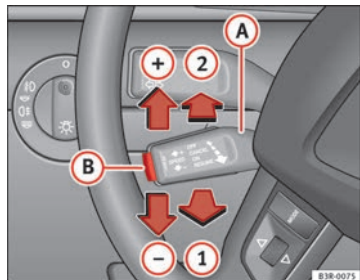

Fig. 151 Mandos del regulador de velocidad
- Tire de la palanca **A** hacia la posición ⇒ fig. 151 **1** para activar el sistema.
- Desplace la palanca **A** hacia arriba, en dirección a ⇒ fig. 151 **+**.
- Desplace la palanca **A** hacia abajo, en dirección a ⇒ fig. 151 **-**.
- Cada vez que pulse brevemente la palanca **A** hacia arriba, en dirección a ⇒ fig. 151 **+**, la velocidad programada aumentará en unos 2 km/h.
- Cada vez que pulse brevemente la palanca **A** hacia abajo, en dirección ⇒ fig. 151 **-**, la velocidad programada disminuirá en unos 2 km/h.
Conduzca a la velocidad deseada y pulse entonces brevemente la tecla ⇒ fig. 151 (B) (SET).
- Desplace la palanca (A) ⇒ fig. 151 a la posición (2) (encastrada).